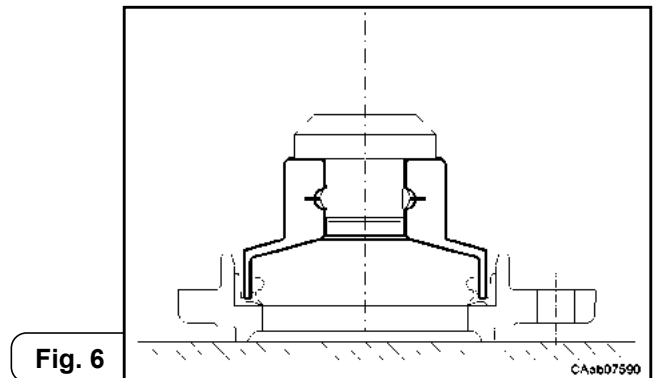

Fig. 6
- Montare gli anelli usando un appropriato calettatore (Fig. 6).
- Use appropriate drivers (Fig. 6).